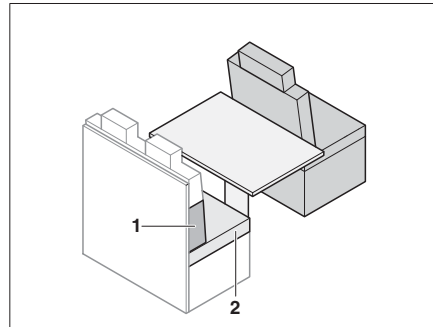

Fig. 168 Antes de la transformación
- Quitar el cojín del asiento (Fig. 168,2).
- Poner el cojín del respaldo (Fig. 168,1) entre el cojín del asiento y la pared dorsal. Tener en cuenta la forma de cuña.